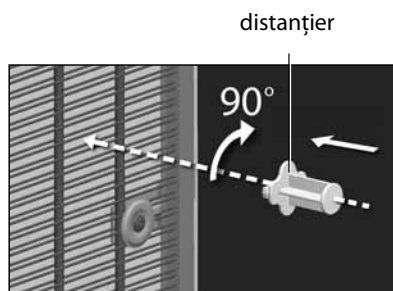

Figura 2
1.3 Montarea fixatorului din spate (în funcție de configurație) în conformitate cu figura 2 atașată flanșa dreptunghiulară între barere condensatorului și rotiți la unghiul 90° cum vedeți.